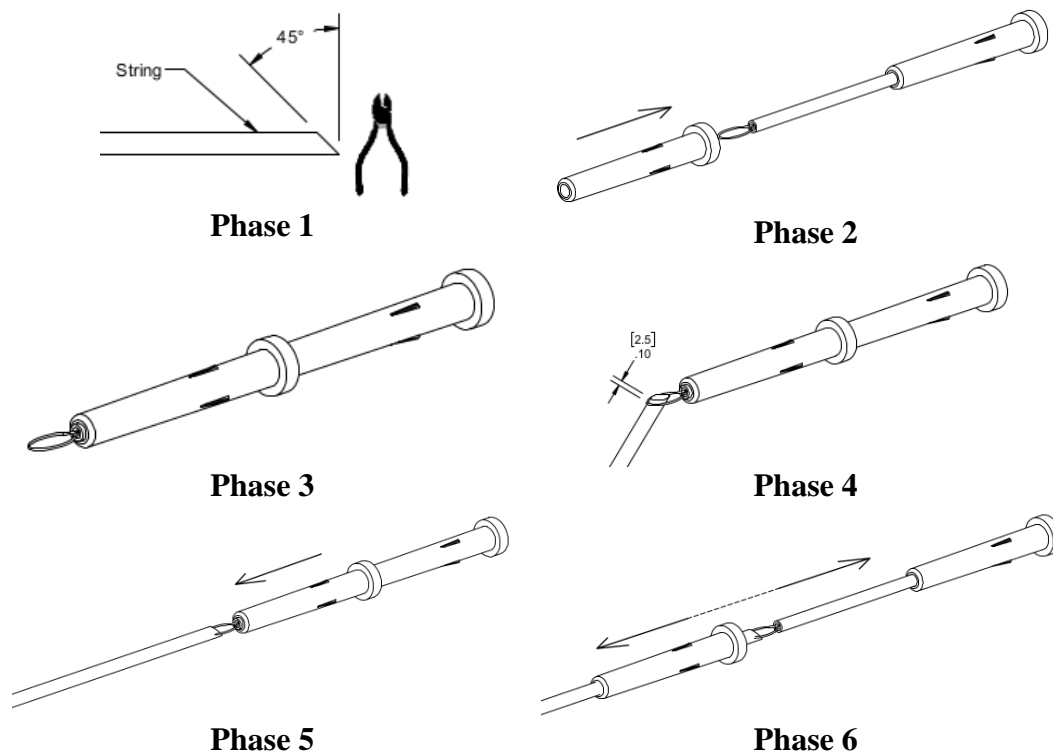

Figure 3-5, Procédure pour le manchon de la corde
6. Installer un manchon neuf (si applicable) sur la corde en utilisant l'instrument prévu à cet effet. Voir la Figure 3-5.
11. Installer le manchon sur la corde neuve en utilisant l'instrument prévu à cet effet. Voir la Figure 3-5.
17. Installer un manchon neuf (si applicable) sur la corde en utilisant l'instrument prévu à cet effet. Voir la Figure 3-5.